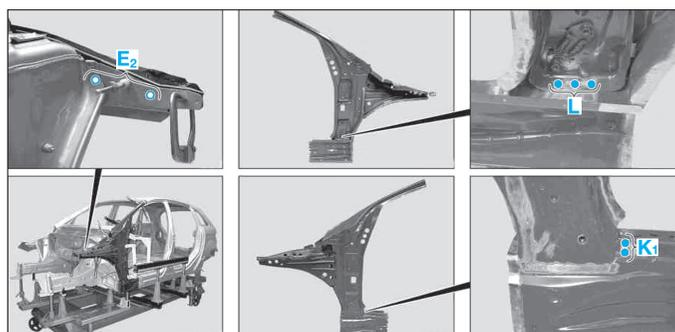

FIG. 49
- Souder les points dans la zone (K).
- Percer des trous (Ø 6,5 mm) dans la zone (E₂) (Fig.49).